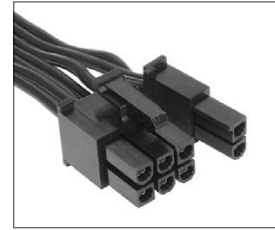

Abb. 3: 6+2-pol. PCIe-Anschluss
3. Falls Ihre PCIe-Grafikkarte eine zusätzliche Stromversorgung benötigt, verbinden Sie den 6-pol. oder 6+2-pol. PCIe-Anschluss, um eine stabile Stromversorgung Ihrer Grafikkarte zu gewährleisten (Abb. 3).